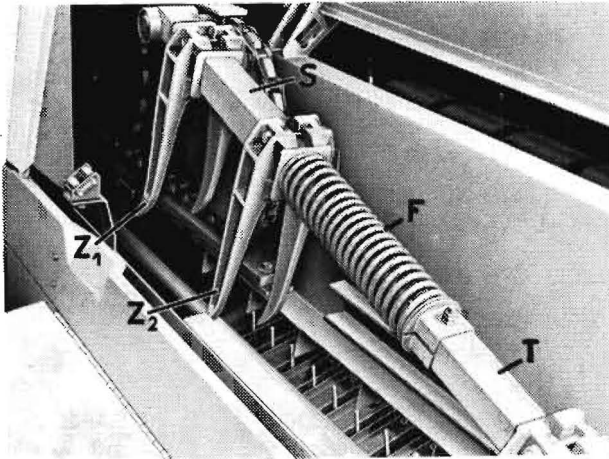

Bild 28
Das von der Aufnehmertrommel ankommende Erntegut wird mit Hilfe des Hilfszubringers (H) (Bild 19) dem Querbubringer (Bild 28 und 29) übergeben und von diesem portionsweise in den Preßkanal gefördert.